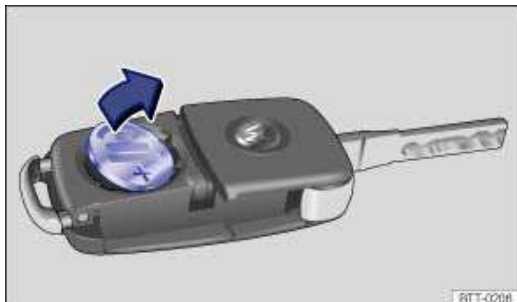

Abb. 25 Fahrzeugschlüssel: Batterie herausnehmen.
- Batterie mit einem geeigneten dünnen Gegenstand aus dem Batteriefach heraushebeln → Abb. 25 .
- Neue Batterie wie gezeigt ansetzen → Abb. 25 und entgegen der Pfeilrichtung in das Batteriefach drücken →  .